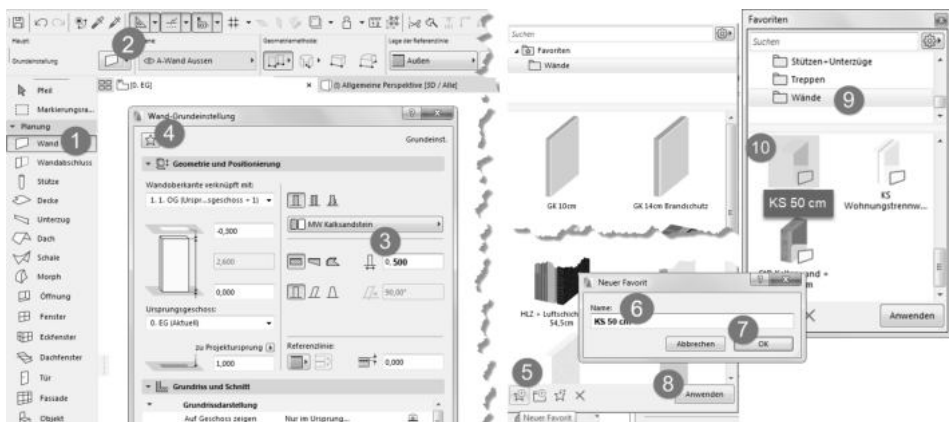

Abb. 1.30: Favoriten mit eigenem WAND-Element bestücken
In der STANDARD-Symbolleiste finden Sie einige nützliche Werkzeuge (Abbildung 1.30), die Ihnen bei der Koordinateneingabe helfen:
- Die Favoriten können Sie über das Werkzeug  in der Symbolleiste STANDARD, das Menü FENSTER|PALETTEN|FAVORITEN oder Tastenkürzel **[Strg]+F** aktivieren. Mit diesem Werkzeug können Sie häufig benutzte Elemente in einer Liste zur schnellen Auswahl anzeigen lassen. *Eigene* Elemente mit bestimmten individuellen Voreinstellungen können Sie später aus dem GRUNDEINSTELLUNGEN-Dialogfenster jedes Werkzeugs mit der Schaltfläche FAVORITEN dort ablegen. Als Beispiel wird in Abbildung 1.30 eine Wand mit Wandstärke 50 cm als Favorit gespeichert:
Unterhalb des INFOFENSTERS liegen die TABS zum schnellen Wechseln zwischen der 2D- und der 3D-Darstellung (Abbildung 1.30).